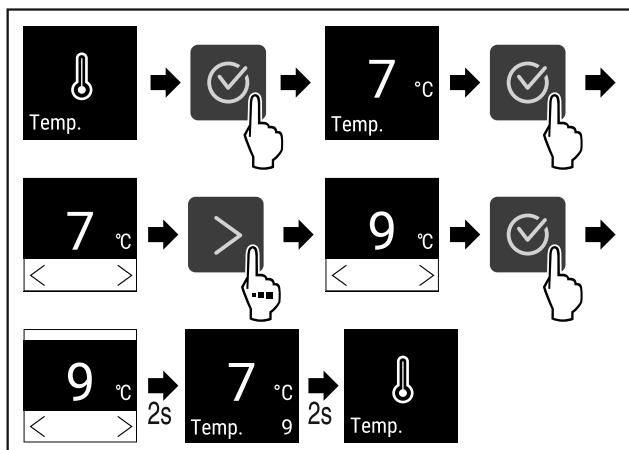

Fig. 66 Zmiana temperatury z 7°C na 9°C
- ▶ Wykonać czynności (patrz Fig. 66).